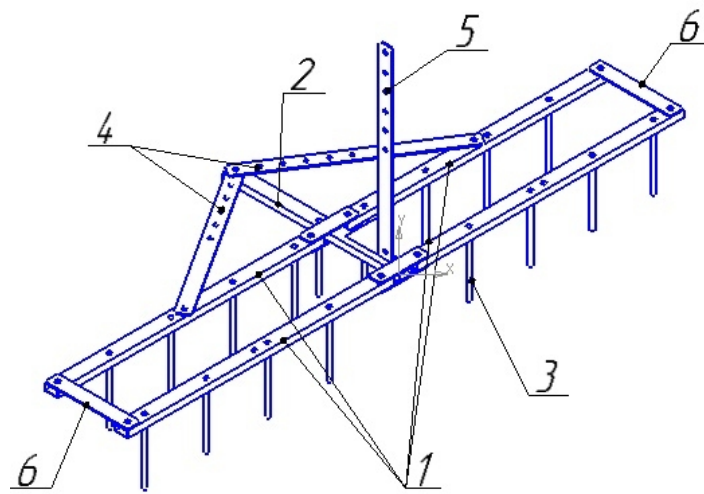

Рисунок 1 – Борона Б-3-00.000
5.3 Качество боронования отрегулируйте изменением ширины захвата с помощью планки регулировочной 4 (рис.1) . При уменьшении ширины захвата обеспечивается рыхление почвы на более мелкие фракции. Разворот мотоблока производите при поднятом положении бороны.